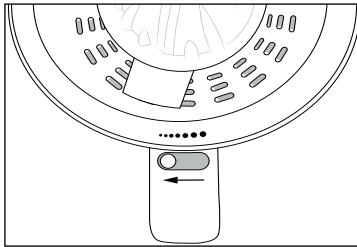
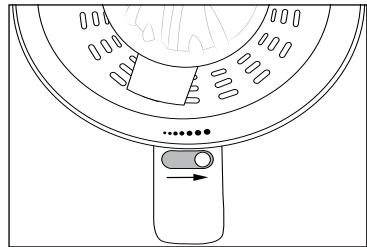

Abb. 2
Abb. 3
- ◆ Stellen Sie mit dem Regler **6** den Fruchtfleischgehalt des Saftes von fein (kleine Punkte, Abb. 2) bis grob (große Punkte, Abb. 3) ein.